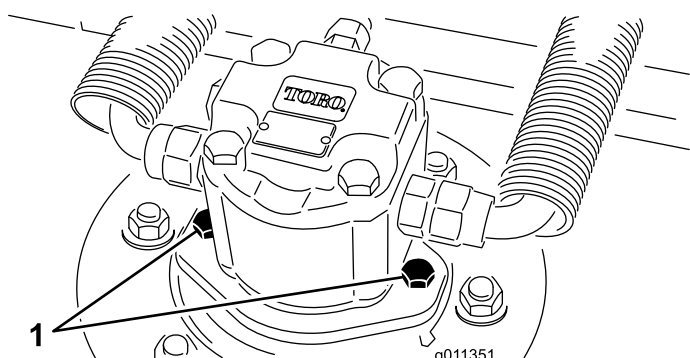

Figura 69
2. Desconecte y retire el motor hidráulico de la unidad de corte (Figura 69). Tape la parte superior del eje para evitar la contaminación.
4. Instale el motor hidráulico en la carcasa (Figura 69). Asegúrese de que la junta tórica está correctamente colocada y que no está dañada.